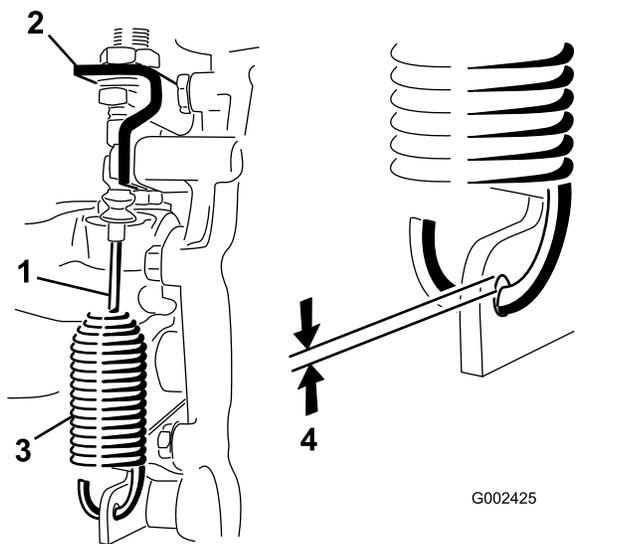

Рисунок 49
2. Ослабьте контргайки, которые крепят тросик блокировки дифференциала к кронштейну на мосту с коробкой передач (Рисунок 49).